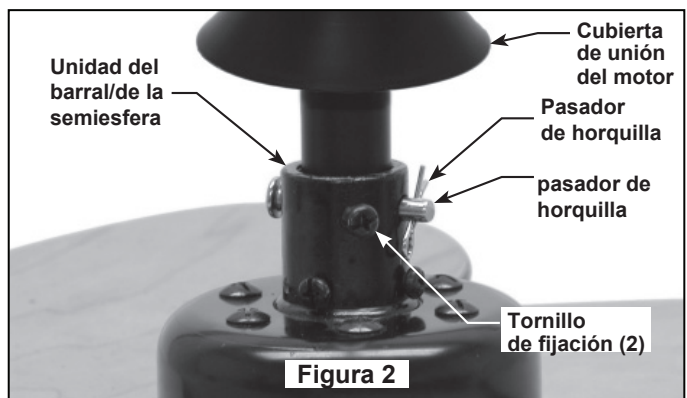

Figura 2
5. Afloje los dos tornillos de fijación del soporte del barral. Alinee los orificios del pasador en el barral con los orificios del soporte del mismo. Instale la clavija de horquilla y asegúrela con la pinza de horquilla. Asegúrese de que presiona el extremo derecho de la pinza de horquilla a través del orificio cercano al final de la clavija de horquilla hasta que la parte curva de la misma se cierre sobre la clavija de horquilla. Debe instalar correctamente la pinza de horquilla para evitar que se afloje la clavija de horquilla. Tire de la varilla interior para asegurarse de la clavija de horquilla esté bien instalada. (Figura 2)
6. Introduzca los cables a través de la apertura en la carcasa de acoplamiento del motor. Posicione la carcasa de acoplamiento del motor sobre el ventilador con la parte abierta mirando hacia abajo. (Figura 2)